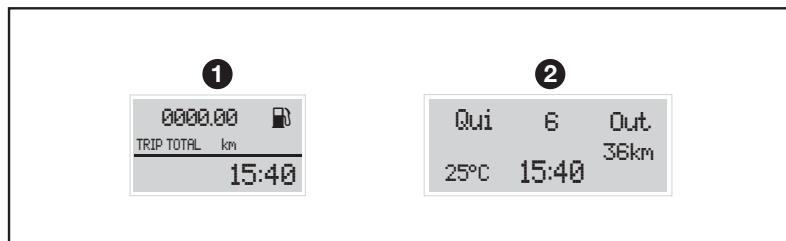

fig. 53
**Display 1-fig. 53** - Ideogramas, informações numéricas e mensagens de texto curtas.
**Display 2-fig. 53** Ideogramas, informações numéricas e mensagens de texto.